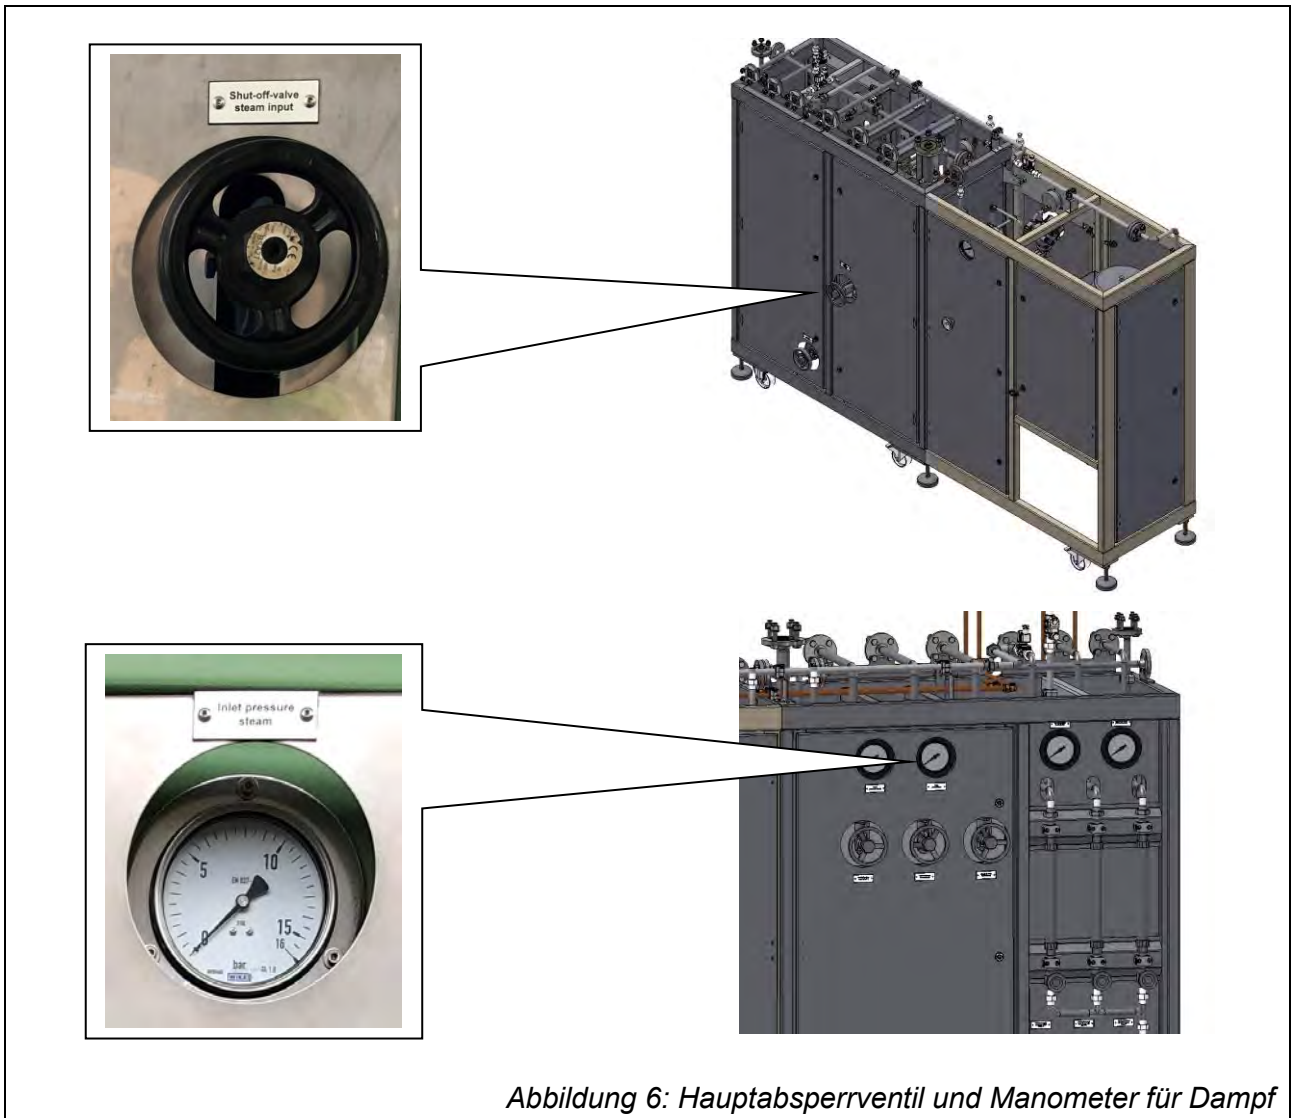

Abbildung 6: Hauptabsperrrventil und Manometer für Dampf
- ⇒ Hauptabsperrventil für Dampf langsam öffnen, bis der „Inlet steam pressure“ 8,0 bar beträgt (siehe Abbildung 6).